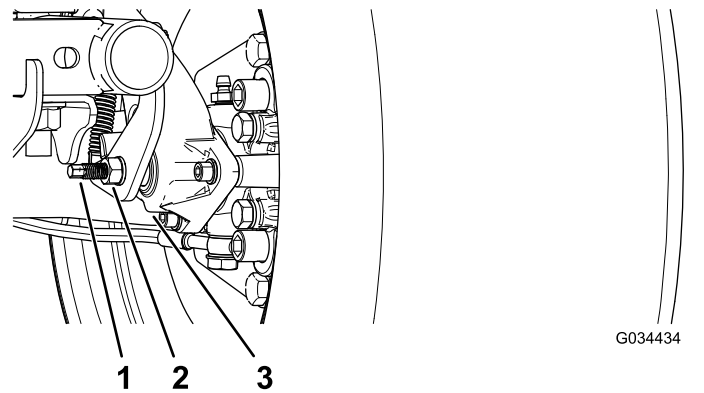

Figura 61
3. Utilizzando 2 chiavi, mantenete fermo il montante di regolazione sulla pinza con una chiave e allentate il controdado di 1/4 di giro con l'altra chiave (Figura 61).
4. Tenendo fermo il montante di regolazione e il controdado, girate il montante di regolazione per serrarlo (Figura 61).
5. Tenendo fermo il montante di regolazione e il controdado, allentate di 1/4 di giro (Figura 61).
6. Tenendo fermo il montante di regolazione e il controdado, serrate il controdado (Figura 61).